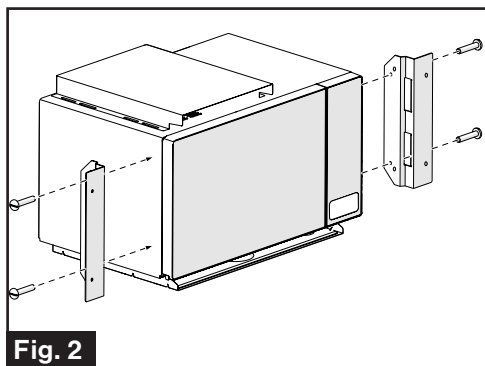

Fig. 2
2. Coloque los soportes metálicos izquierdo y derecho contra el microondas y fíjelos con 4 tornillos PMA M4x12 mm provistos. (Fig. 2)